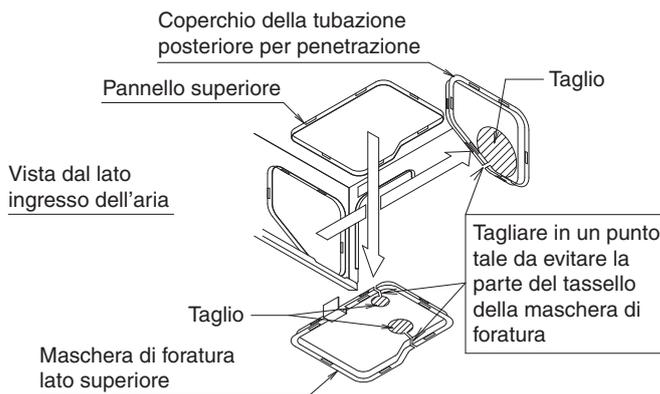
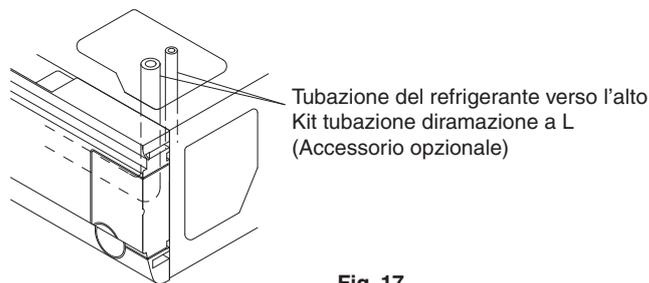
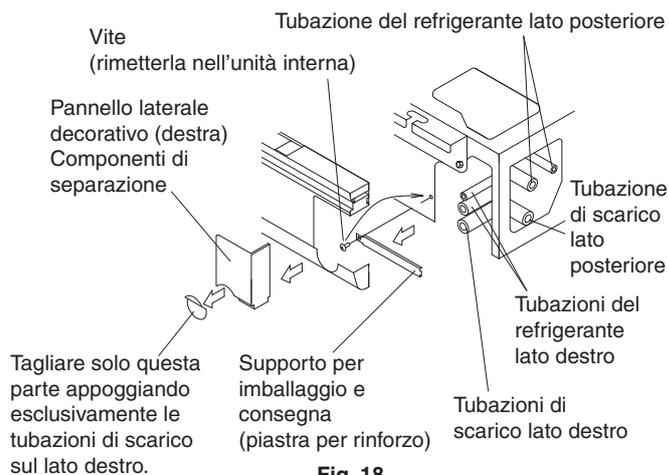
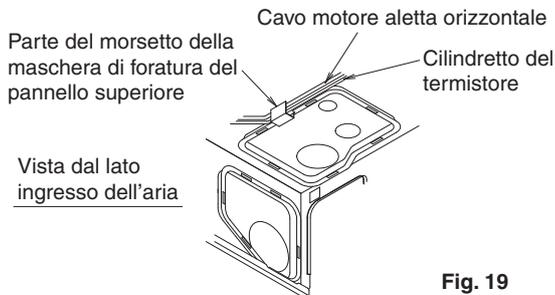

Fig. 16
Fig. 17
Fig. 18
Fig. 19
- Rimuovere il sostegno per l'imballaggio e la consegna (asse di rinforzo) prima di eseguire la posa in opera delle tubazioni del refrigerante. (Fare riferimento alla Fig. 18)
**(1) Per le tubazioni posteriori**
**(Fare riferimento alla Fig. 16 e alla Fig. 18)**
**(2) Per le tubazioni posteriori**
**(Fare riferimento alla Fig. 16 e alla Fig. 17)**
**(3) Per le tubazioni della superficie sul lato destro**
- Rimuovere il supporto per l'imballaggio e la consegna (asse di rinforzo) sulla superficie destra e riposizionare la vite nel punto originale dell'unità. **(Fare riferimento alla Fig. 18)**
- Praticare il foro pretranciato sul pannello laterale decorativo (destra) e collegare le tubazioni. **(Fare riferimento alla Fig. 18)**
Inoltre, per la maschera di foratura del pannello superiore, rimossa precedentemente, posizionare il motore delle pale oscillanti e il cilindretto del termistore mediante il morsetto della maschera di foratura del pannello superiore e fissare. **(Fare riferimento alla Fig. 16 e alla Fig. 19)**
- Le tubazioni di scarico possono essere collegate in base alle seguenti direzioni: Per il lato posteriore destro/destro, vedere la Fig. 18 del paragrafo "6. POSA IN OPERA DELLE TUBAZIONI DEL REFRIGERANTE", mentre, per il lato posteriore sinistro/sinistro, vedere la Fig. 21.